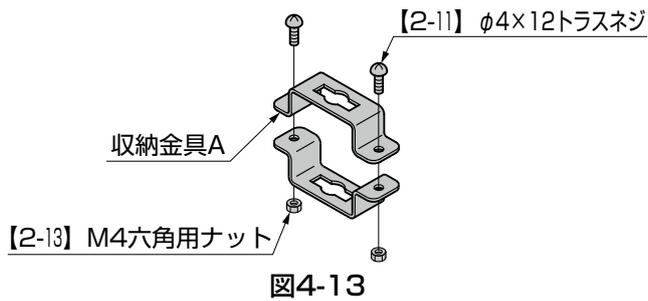

図4-13
- ①収納金具A 同士を【2-11】、【2-13】で組合わせてください。（図4-13参照）